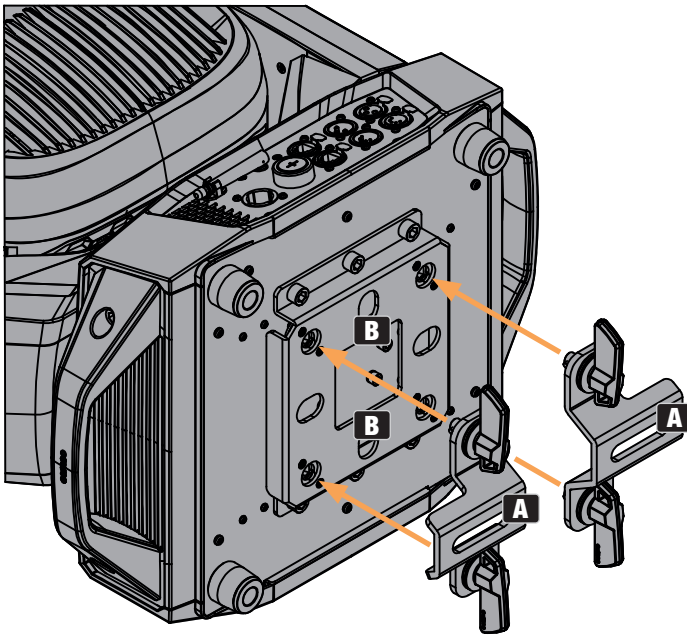

Abbildung 1
Dank der integrierten GummifüÙe kann der Scheinwerfer an einer geeigneten Stelle auf eine ebene Fläche gestellt werden. Die Montage an einer Traverse erfolgt mit Hilfe zweier Omega-Bügel, die an der Gerätebasis befestigt werden (Abb. 1-A). Bei Bedarf können die beiden Omega-Bügel auch um 90° gedreht an der Gerätebasis montiert werden (Abb. 2-A). Zwei Omega-Bügel sind im Lieferumfang enthalten, geeignete Traversenklemmen sind optional erhältlich. Sorgen Sie für feste Verbindungen und sichern Sie den Scheinwerfer mit einem geeigneten Sicherungsseil an der dafür vorgesehenen Stelle (B).